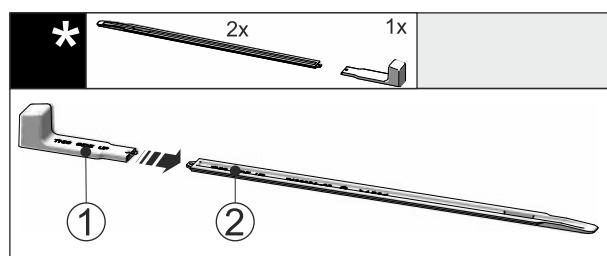

Fig. 50
- ▶ Pielieciet montāžas rokturi Fig. 50 (1) pie līmeņošanas sliedes Fig. 50 (2).